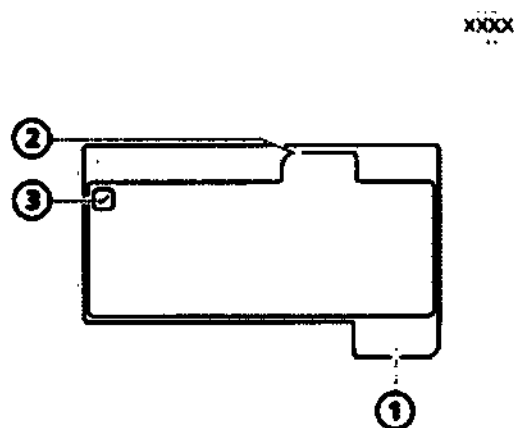

Рисунок 4-3. Окно «Датчик вкл/выкл»
2. Чтобы включить/отключить мониторинг показателей O2, установите/снимите флажок «O2». См. рис. 4-3.